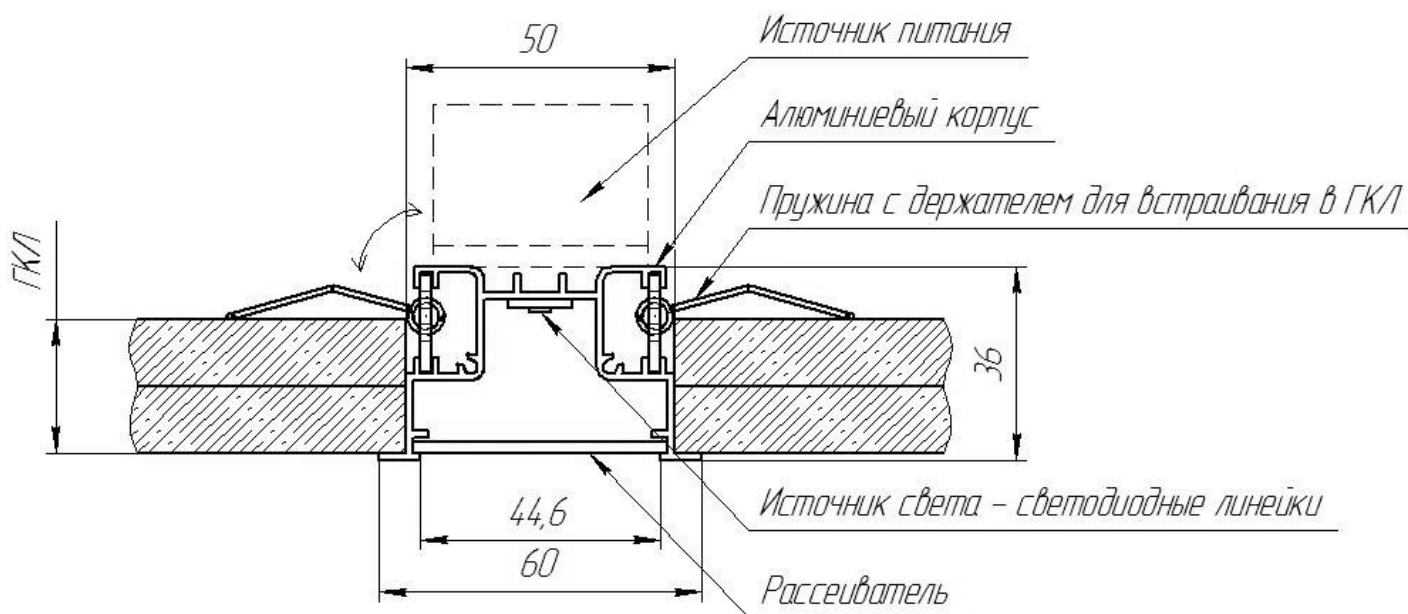
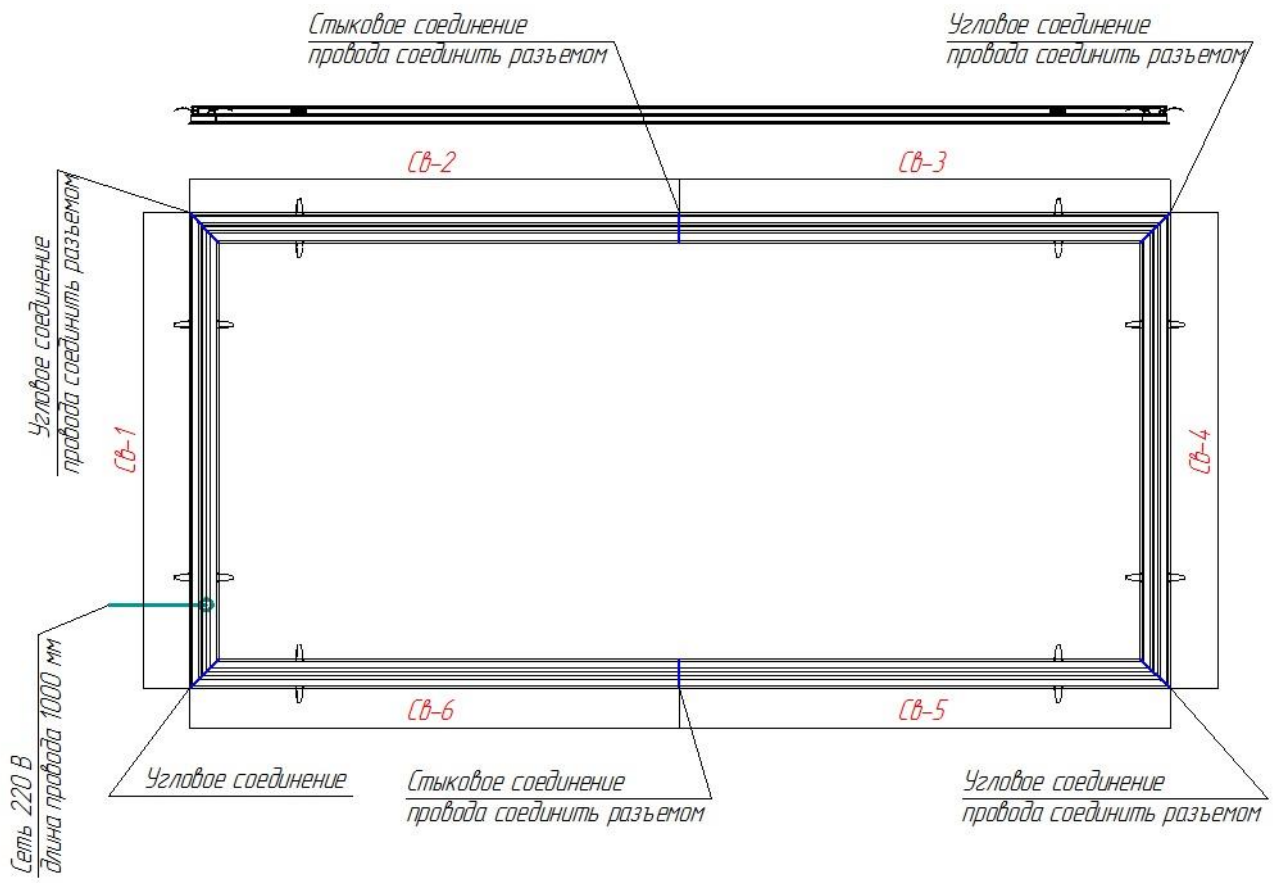
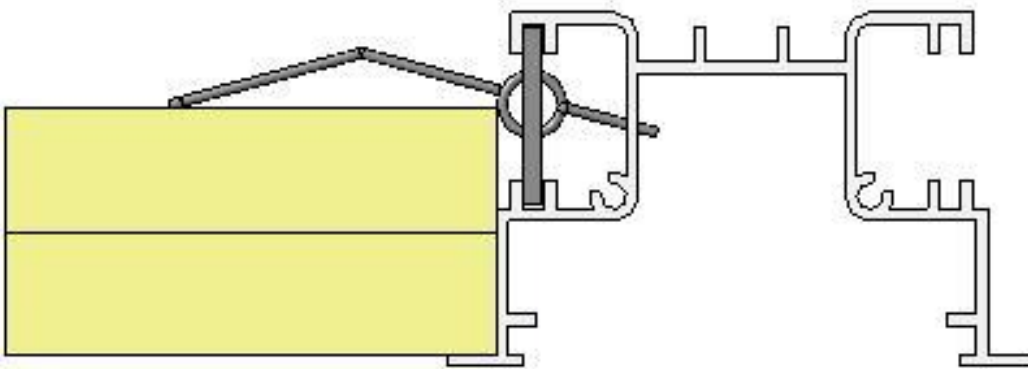
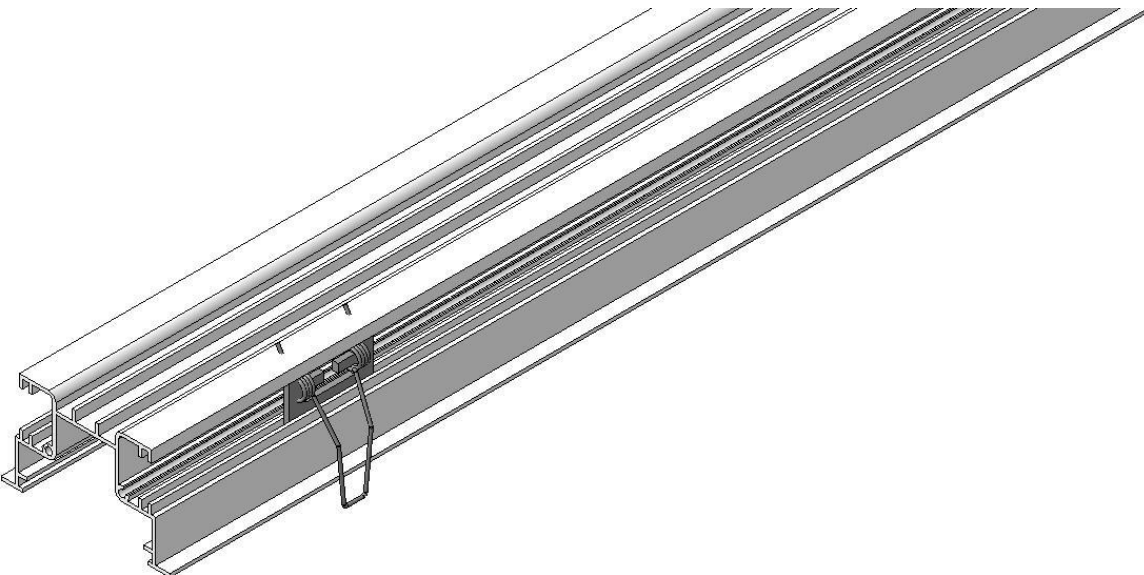

Рис.1
Рис.3
Рис.4
Рис.5
1. Монтаж начать с детали Св-1 (Рис.3). Деталь поднять, поочередно нажать на пружины (Рис.5) для встраивания в ГКЛ (Рис.1), вставить в нишу потолка до прижатия светильника к потолку (Рис.4).
2. Сборку всей конструкции вести по последующей маркировке светильников Св-1, Св-2, Св-3, Св-4 и т.д. (Рис.3).
3. Деталь Св-2 поднять до ниши потолка из ГКЛ. Соединить клеммные колодки (разъемы) Св-1 и Св-2, вставить деталь Св-2 в нишу потолка аналогично детали Св-1 до прижатия светильника к потолку (Рис.4).